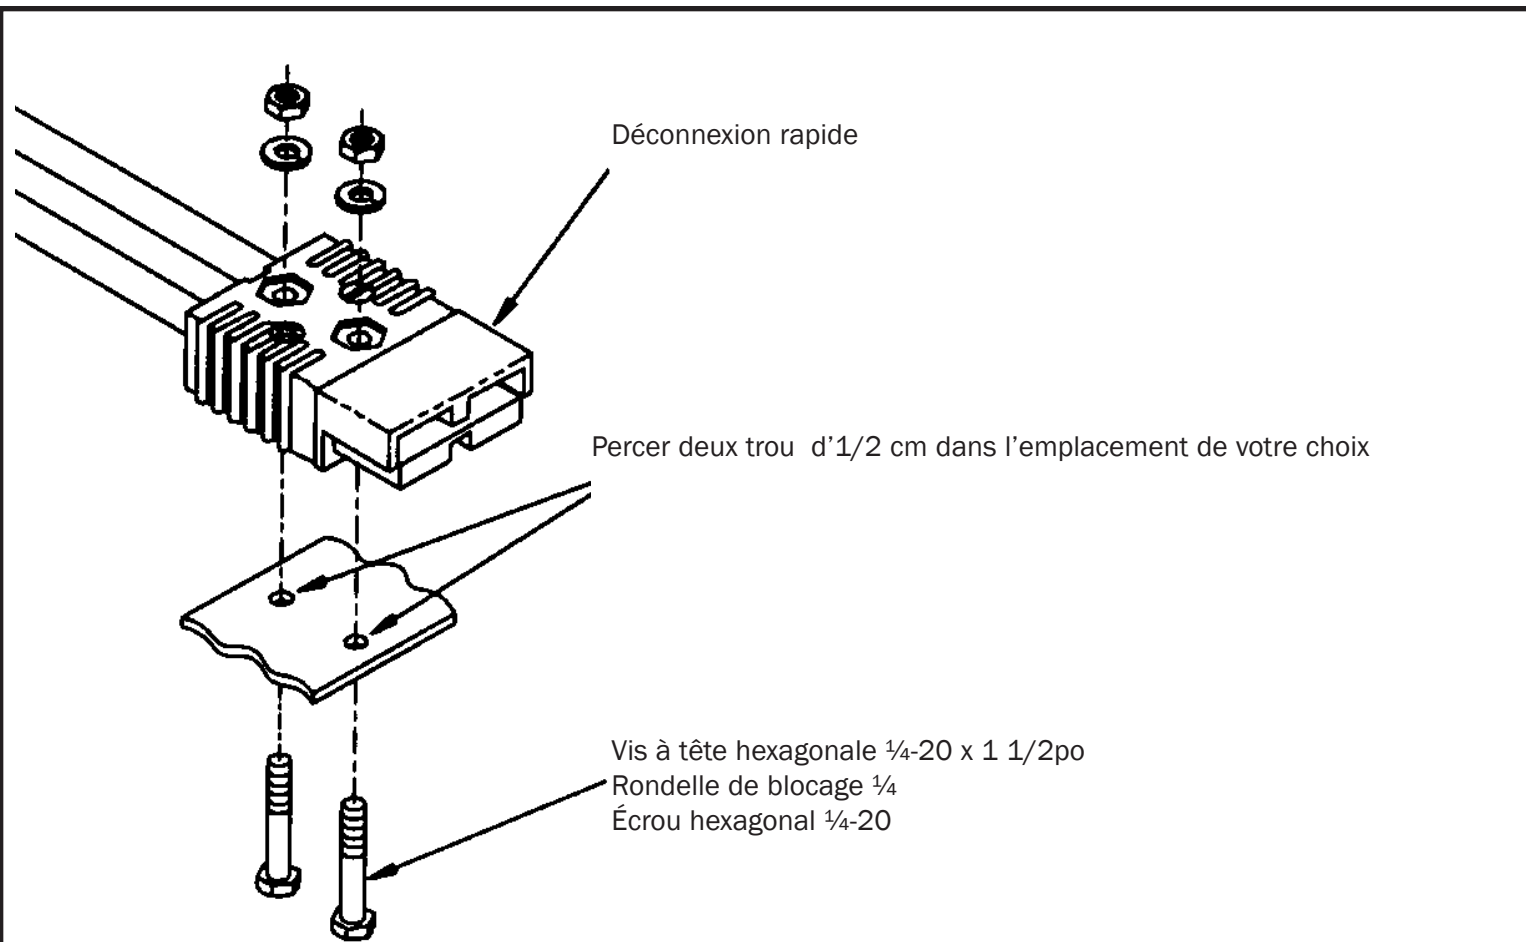

FIGURE 2
3. Le câble électrique de connexion rapide d'1,82 mètre fourni, permet le branchement sur la batterie des installations du récepteur avant du véhicule. Pour utiliser le treuil à l'arrière du véhicule, les concessionnaires Warn vendent des câbles de connexion rapide plus longs. Pour le kit de 6 mètres, commandez la pièce n° 32963. Pour le kit de 7,3 mètres, commandez la pièce n° 32966. Choisissez un endroit sur le pare-chocs ou la grille pour monter la prise à connexion rapide, comme l'illustre la Figure 2. Veillez à ce que la prise du treuil soit accessible une fois le Multi-Mount inséré dans le récepteur avec la goupille d'attelage à sa place. Connectez les extrémités + et - du câble à la batterie du véhicule.